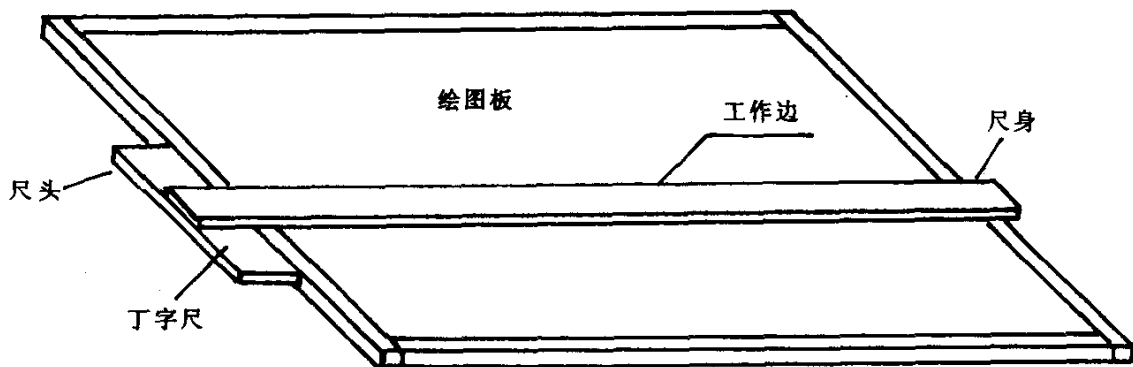

图 1-1 绘图板与丁字尺
1. 图板、丁字尺、三角板 手工绘制工程图离不开图板、丁字尺（图 1-1）等绘图工具。